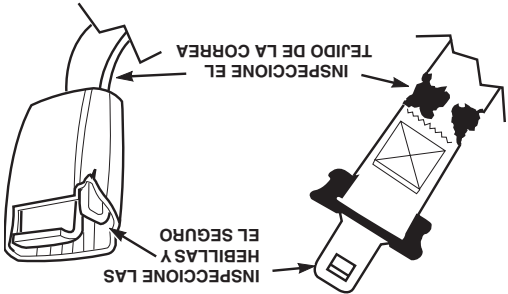

Figura 2-4 Inspección del cinturón de seguridad
3. Revise la hebilla y el seguro para verificar su correcto funcionamiento y determine si la placa de cierre está excesivamente gastada, deformada, o si la hebilla está dañada o agrietada. Vea la Figura 2-4.
1. Revise la longitud completa de las correas para detectar si hay cortes, desgaste, roturas, suciedad y rigidez. Vea la Figura 2-4.